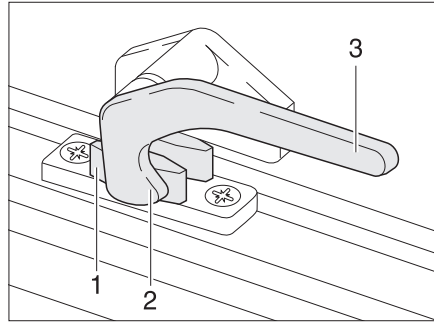

Bild 38 Låsarm i läget "stängt"
- Sväng låsarmen (Bild 38,3) ett kvarts varv mot fönstrets mitt.
- Sväng låsarmen (Bild 38,3) ett kvarts varv mot fönsterkarmen. Låsspaken (Bild 38,2) är placerad på insidan av fönsterlåset (Bild 38,1).
- I läget "helt stängt" (Bild 38)